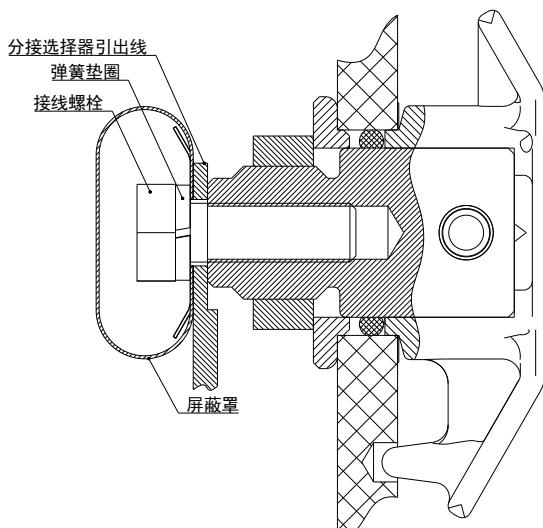

图 5-7
- ✓ 从切换开关触头上拆下接线螺栓。接线紧固件从外到里的顺序是：接线螺栓，弹簧垫圈，屏蔽罩，分接选择器引出线。（图 5-7）